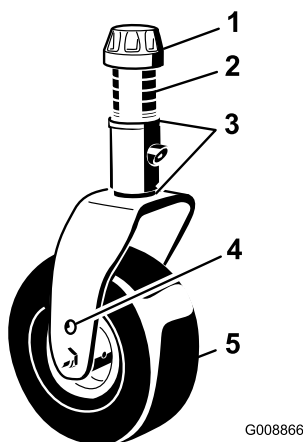

Figura 77
1. Retire el casquillo tensor del eje y deslice el eje fuera del brazo de la rueda giratoria (Figura 77). Vuelva a colocar los suplementos, según sea necesario, para elevar o bajar la rueda giratoria y obtener la inclinación correcta de la unidad de corte.